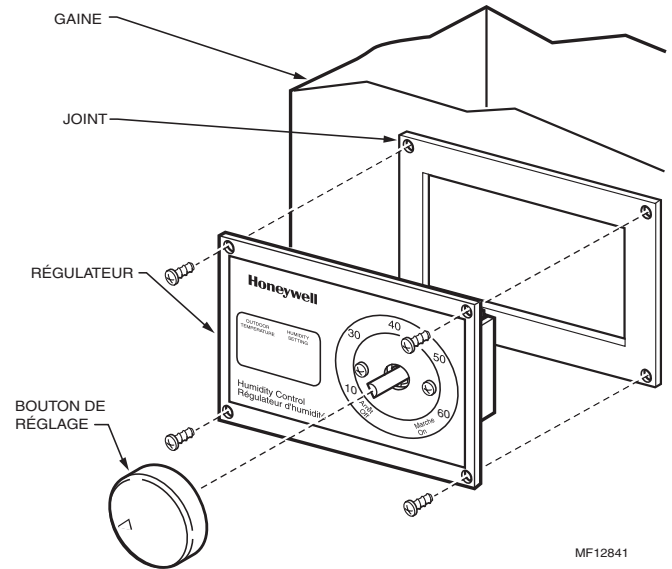

Fig. 42. Fixation de l'humidistat sur la gaine.
9. Monter l'humidistat sur la gaine à l'aide des quatre vis à tôle n° 6 de 2,5 cm (1 po) posées dans les trous de montage percés dans la gaine. Voir la figure 42.